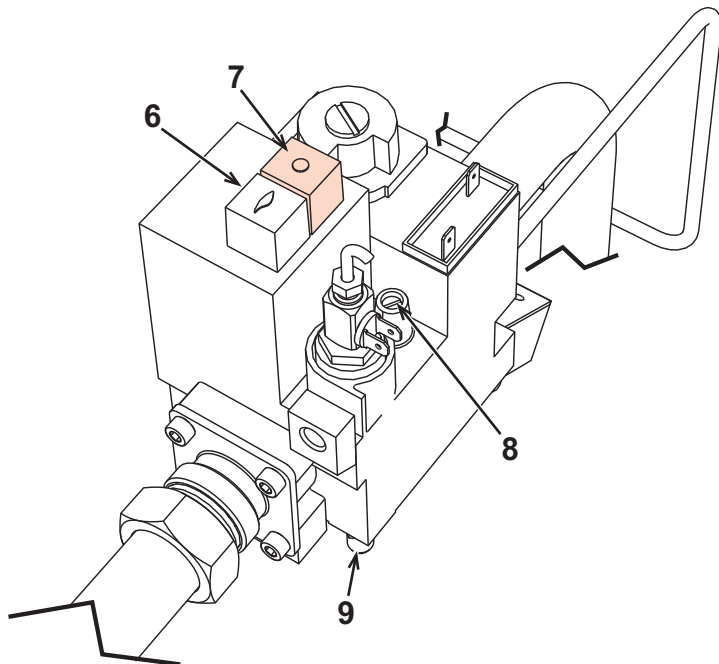

рис. 3 - Газовый клапан для моделей 77 T, 87 T, 97 T, 107 T
- Выпустите воздух из газовых труб, открыт штуцер для измерения давления на входе в клапан "3" (рис. 2 для модели 67 T) или "9" (рис. 3 для моделей от 77 T до 107 T).
- После розжига пилотной горелки удерживайте нажатой ручку газового клапана "1" в рис. 2 или кнопку включения "6" в рис. 3 еще 15 - 20 секунд, затем медленно отпустите ее, проверяя, что пилотная горелка остается включенной. В противном случае подождите 30 секунд и повторите операцию розжига.
Нажмите и удержите ручку управления "1" в положении "С" (рис. 2 для модели 67 T) или нажмите на кнопку выключения "7" (рис. 3 для моделей от 77 T до 107 T).